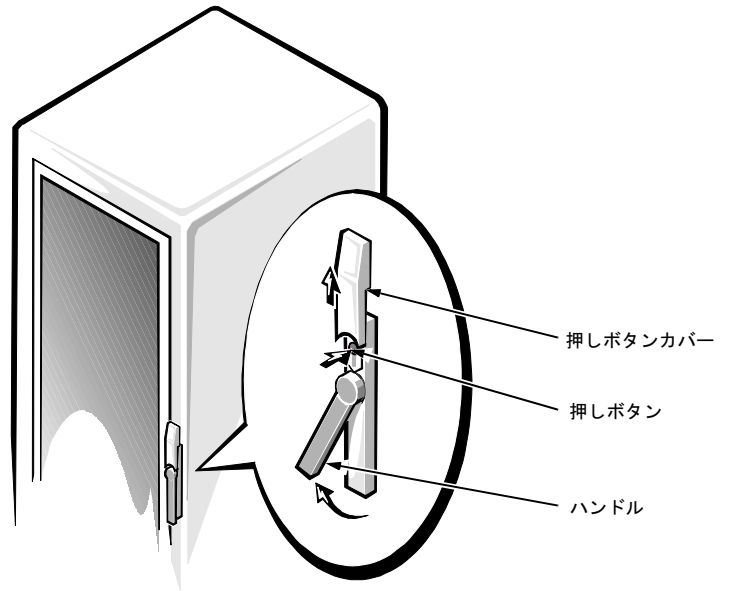

図 2-3 42U ラックキャビネット正面ドアのラッチの解除
| 図 2-3 | 42U ラックキャビネット正面ドアのラッチの解除 | 2-5 |
42U ラックキャビネットをお持ちの場合は、ラッチのボタンカバーをできる限り上にスライドさせ、押しボタンを押し、ハンドルを時計回りに回転させてラッチを解除し、ドアを手前に開きます（図 2-3 参照）。
4. ハンドルを反時計回りに止まるまで回してドアラッチを閉じ、ハンドルが所定の位置にロックするまで押します。次にカバーを押しボタンの上にスライドさせます（図 2-3 参照）。